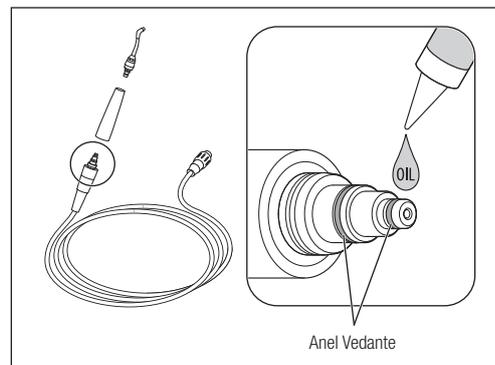

Fig. 45
- 4) Aplique uma gota do óleo de turbina fornecido e espalhe com o dedo (Fig. 45).